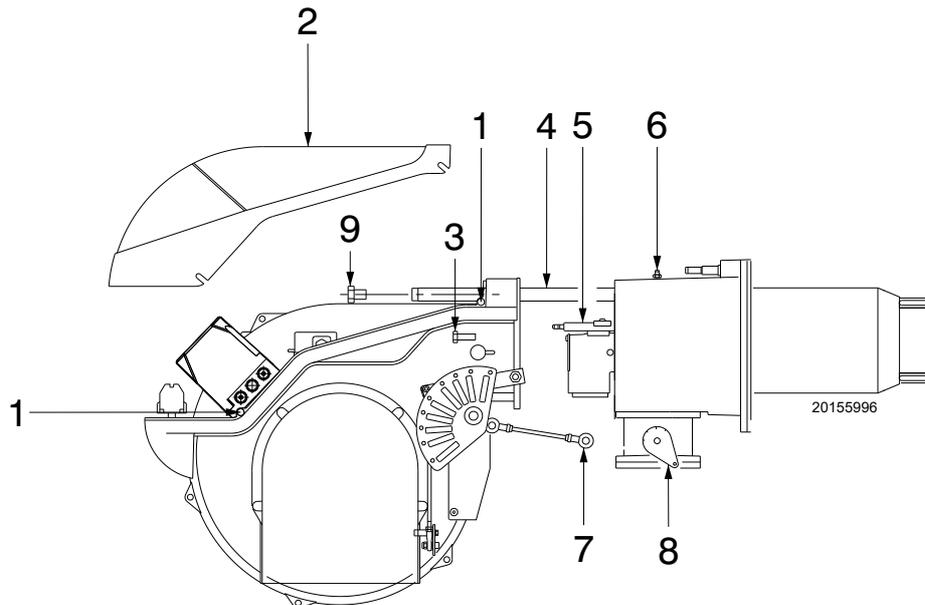

Abb. 42
Sicherstellen, dass die Gasaustritte für die Zündphase, die im Verteiler des Flammkopfs vorhanden sind, keine Verunreinigungen oder Rostablagerungen aufweisen. Im Zweifelsfall das Bogenstück (Abb. 42 auf S. 37) ausbauen.
- Lockern Sie die 4 Schrauben 1)(Abb. 42) und nehmen Sie dann die Verkleidung 2) ab.
- Fügen Sie die Schrauben 3)(Abb. 42) wieder ein und ziehen Sie die Fühler- und Elektrodenkabel dann vorsichtig nach außen, bis sie leicht gespannt sind.